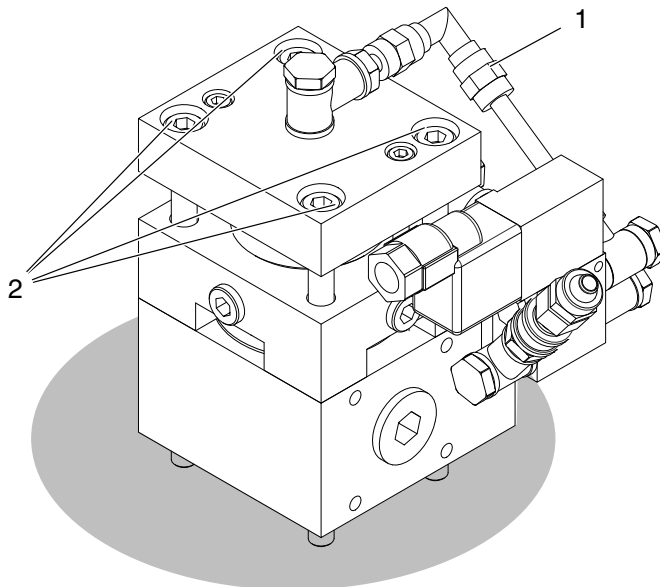

Fig. 7-1
3. Retire os quatro parafusos M8 (1, fig. 7-1).